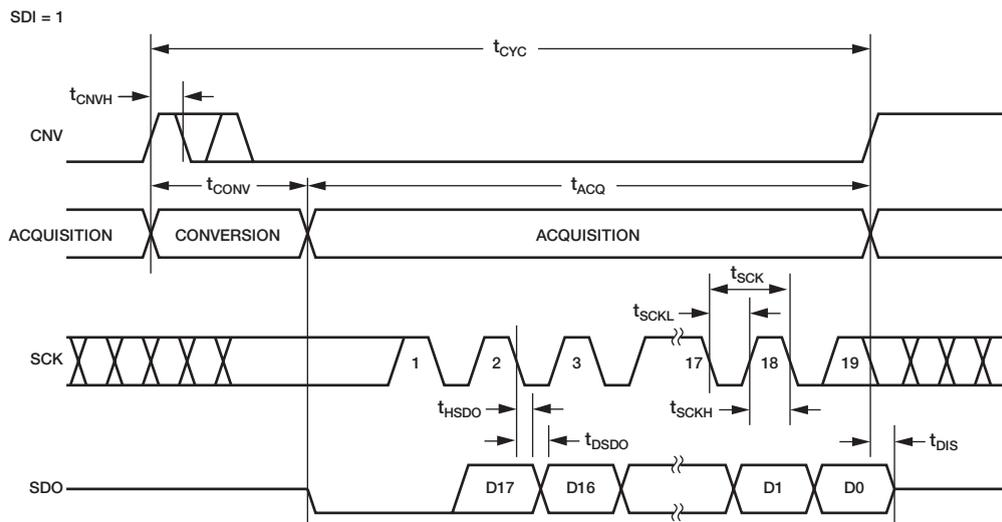

図38. BUSYインジケータを使用する3線式CSモードのシリアル・インターフェース・タイミング (SDIハイレベル)
- CSモードでは、ADCの変換終了時にCNVまたはSDIがローレベルのとき (図38と図42を参照)。